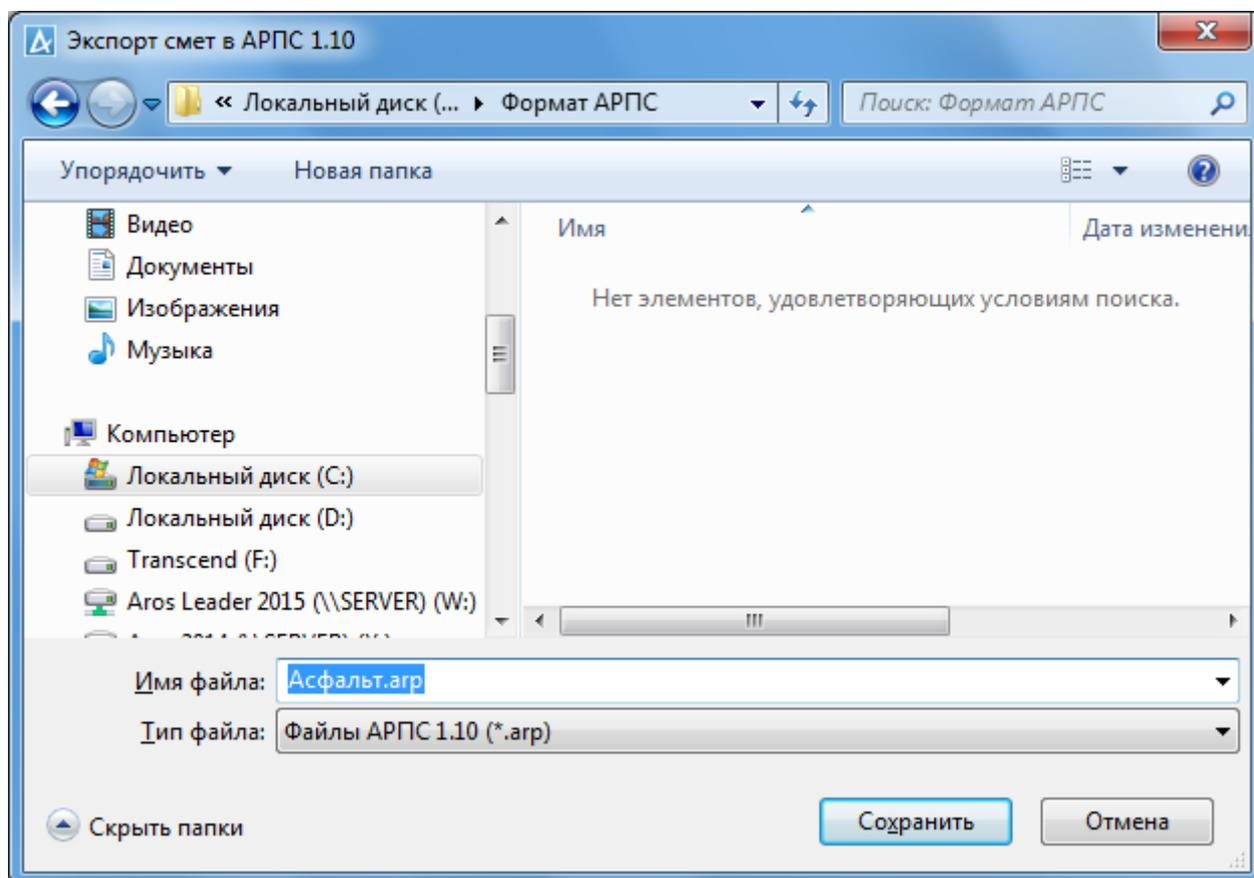

Рис.4.39. Пример окна «Экспорт в АРПС 1.10»
- В открывшемся меню выбрать нужный формат, например АРПС 1.10: открывается окно «Экспорт в АРПС 1.10» (рис. 4.39). В случае передачи сметы в программу календарного планирования, сохранять смету необходимо в кодировке Windows.